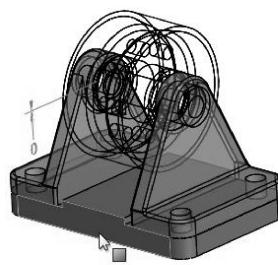

图 5-63 选择公差装配体
- 在随后显示的【装配体顺序】属性面板中单击【下一步】按钮，然后选择底座板作为公差装配体，如图 5-63 所示。